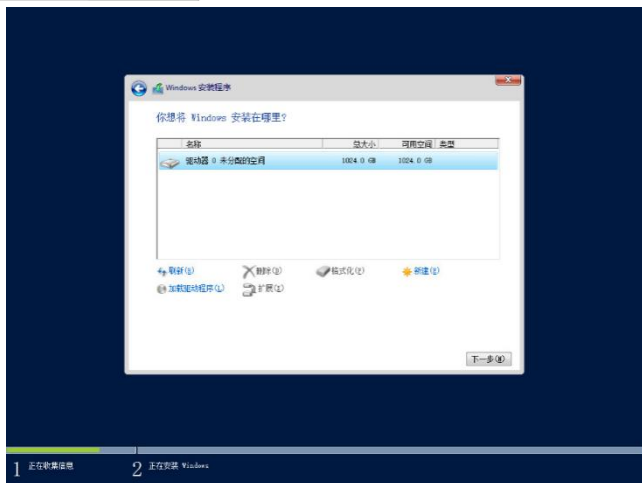

图 6-7
- h. 单击自定义：仅安装 Windows(高级) 选项，进入磁盘管理界面，选中待配置磁盘，对磁盘进行分区等操作。如图 6-7 所示。